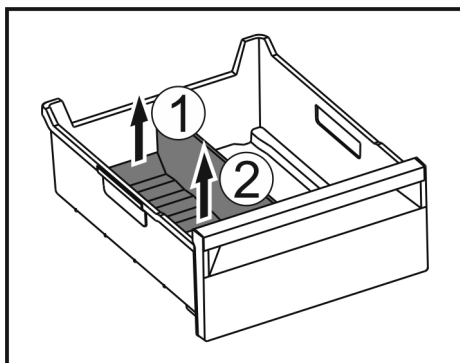

Fig. 176
- Hinteren Teil des Eisfach-Trenners anheben. Fig. 176 (1)
- Eisfach-Trenner nach oben entnehmen. Fig. 176 (2)